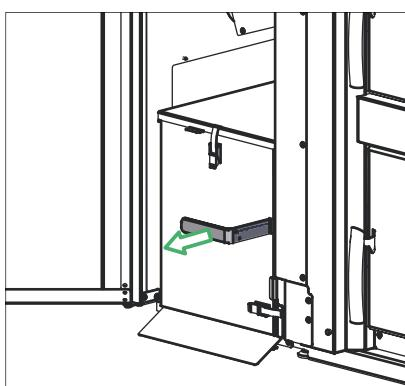

Fig.31 Estrarre la maniglia
- ▶ Estrarre la maniglia del contenitore cenere fino in battuta, in modo da poter chiudere le aperture laterali del contenitore – Fig. 31.